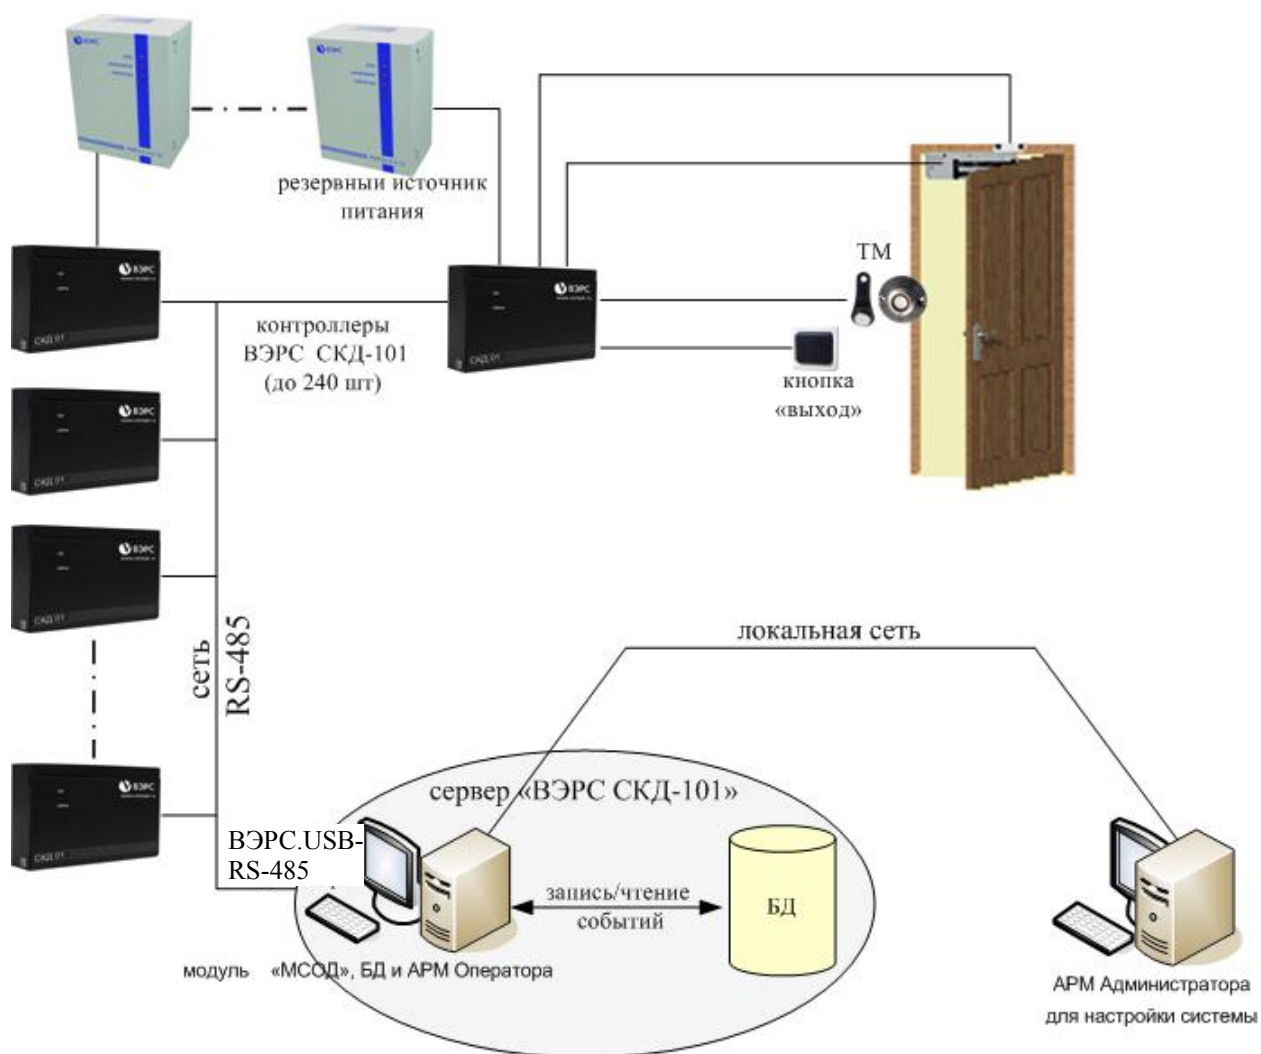

Рис. 7 Оперативный мониторинг событий
- **Оперативный мониторинг событий.** Этот вариант позволяет организовывать оперативный мониторинг событий системы контроля доступа персоналом службы безопасности. На компьютере, подключенном к информационной магистрали контроллеров, развернут сервер ВЭРС-СКД-101 и АРМ оператора. (Смотри рис. 7)